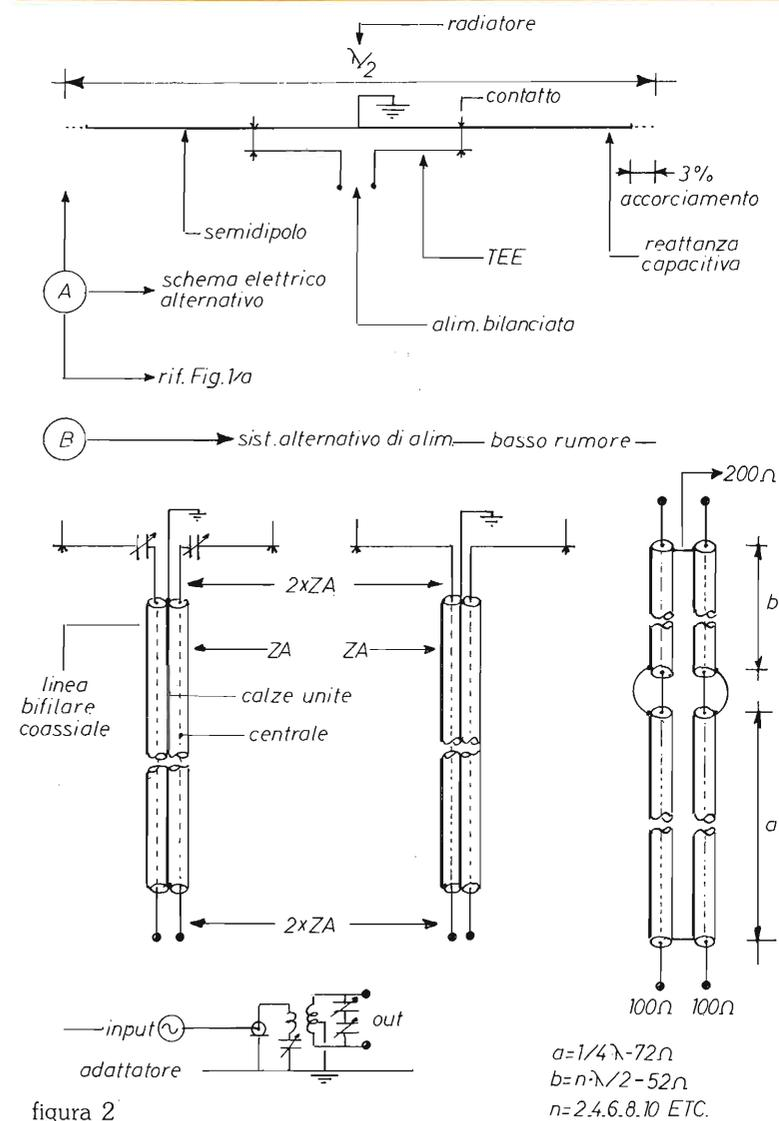

figura 2
L'inserimento di due condensatori variabili, in serie ai bracci, permette di esercitare una compensazione con una reattanza capacitiva di segno contrario. In alternativa, come dalla figura 2/A, si possono eliminare i due condensatori in serie se si ha l'accorciamento di accorciare leggermente — dal 3 al 5% — il radiatore in modo da introdurre volutamente una reattanza capacitiva che compensa quella introdotta dal sistema di adattamento della linea supplementare (T). Non ci sono gravi motivazioni di carattere teorico per decidere per l'uno oppure per l'altro sistema, ma solo considerazioni di carattere pratico... per esempio evitare la complicazione dei condensatori variabili che per altro devono essere protetti; d'altra parte i variabili permettono una regolazione fine nella ottimizzazione dell'adattamento.
Lo schema classico è riportato nella figura 2/B. In alternativa accettabile, va benissimo il supercollaudato sistema del balun
Un'ultima considerazione prima di passare alla realizzazione pratica. Lo sperimentatore che si orienta verso valori di impedenza intorno a 200 ohm può trovare interessante sperimentare la soluzione di una linea elettricamente bilanciata e contemporaneamente schermata in quanto formata dalla unione di cavi coassiali. È sufficiente ricordare che due cavi coassiali, collegati in parallelo, cioè uniti per le calze, mostrano un valore di impedenza doppio di quello nominale di ciascun cavo come schematizzato nella figura 2/B.
Nel caso non si disponga di cavo a 100 ohm (quello commerciale è a 96 ohm e va benissimo), si può adottare il sistema di elevare la impedenza di quello a 52 ohm inserendo uno spezzone di quarto d'onda elettrico a 72 ohm — RG8 e RG75 —, successivamente si può procedere alla saldatura delle calze come detto in precedenza. Il procedimento di inserimento dello spezzone a quarto d'onda è schematizzato nella figura 2/B a destra, sezione superiore indicata con la lettera A.